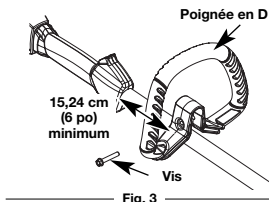

Fig. 3
1. Desserrez la vis de la bride sur la poignée juste assez pour la déplacer (Fig. 3).
3. Serrez la vis de la bride jusqu'à ce que la poignée en D soit bien fixé. (Fig. 3)